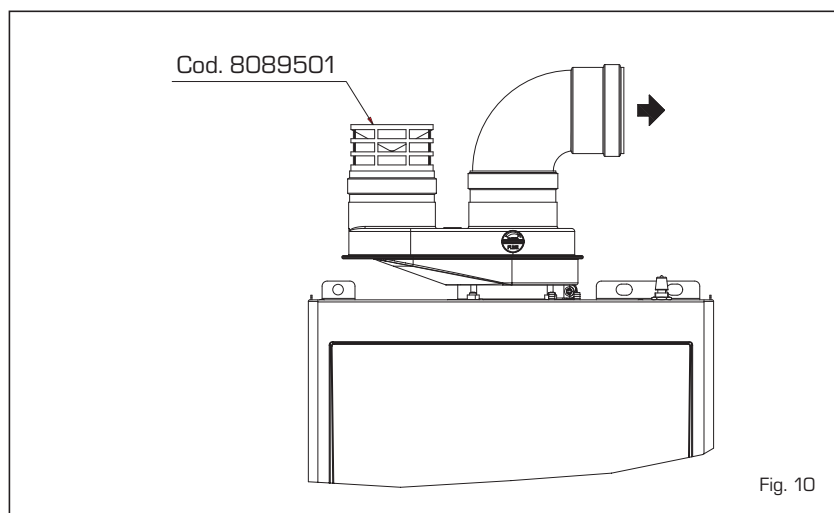

Fig. 10
2.9 SCARICO FORZATO TIPO B22P - B52P (fig. 10)
aria/fumi cod. 8093020. Per il montaggio vedere il punto 2.8.1. Proteggere l'aspirazione con l'accessorio optional cod. 8089501 (fig. 10). Lo sdoppiatore aria/fumi viene fornito con il diaframma aspirazione che deve essere impiegato, in funzione della perdita di carico massima consentita, come indicato in fig. 8/a.